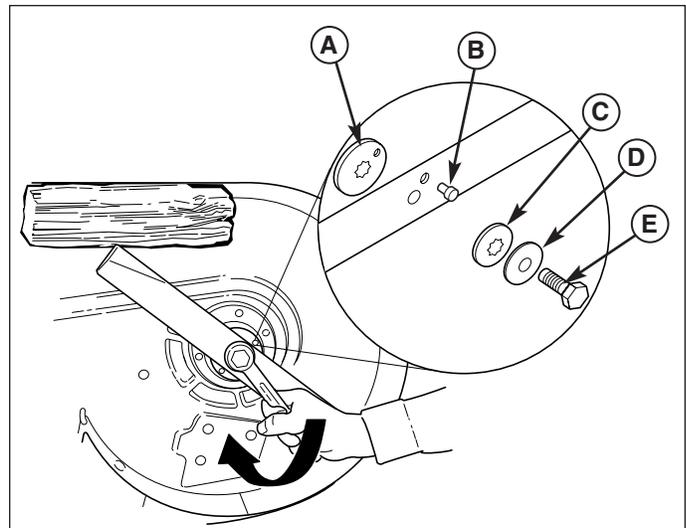
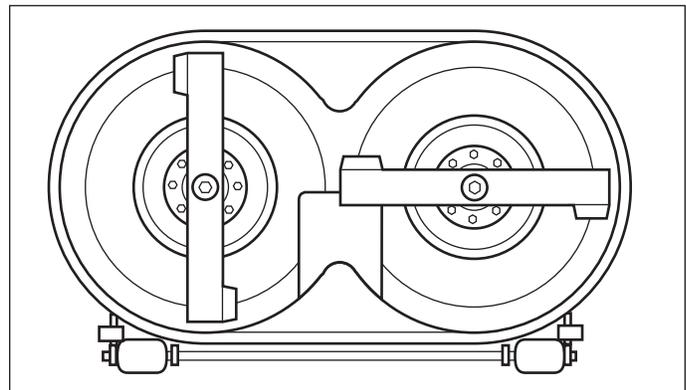

Figure 22. Installation de la lame
Figure 23. Distribution des lames
4. Installer les nouvelles lames en faisant pointer, vers le haut et vers la plate-forme, les languettes de levage (Figure 24). Attacher au moyen de la vis (E, Figure 22), de la rondelle à ressort (D), de la rondelle cannelée (C), et la goupille d'alignement (B) (s'assurer que la rondelle cannelée est alignée avec l'arbre moteur). Utiliser un bloc de bois pour empêcher la rotation de la lame et serrer les vis à un couple de torsion de 61-75 N.m. (45-55 ft.lbs.).
5. Vérifier que les lames de tondeuses sont synchronisées perpendiculaires l'une par rapport à l'autre (voir la Figure 23). Si ce n'est pas le cas, enlever la lame et faire tourner l'adaptateur (A, Figure 22).
2. Vérifier que les lames de la tondeuse sont perpendiculaires l'une par rapport à l'autre (Figure 23). Si ce n'est pas le cas, enlever la lame et faire tourner l'adaptateur (A, Figure 22) en suivant la procédure indiquée dans Entretien des lames de tondeuse.